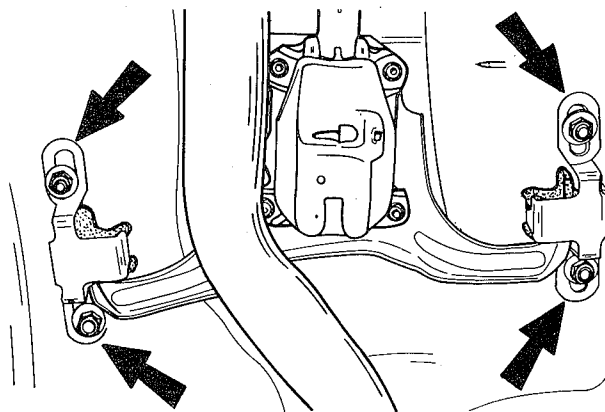

fig. 37
7. Remover os quatro parafusos de fixação do suporte da alavanca ao assoalho e retirar o conjunto, girando-o cerca de 90°, no sentido horário, a fim de desviar o suporte do conjunto, do tubo do escapamento (fig. 37)